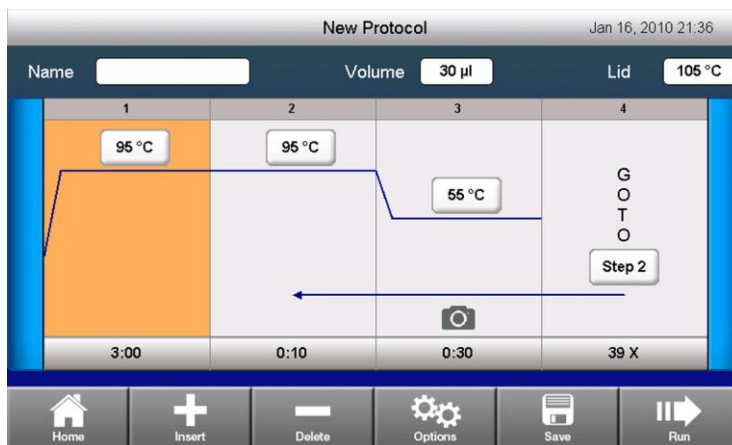
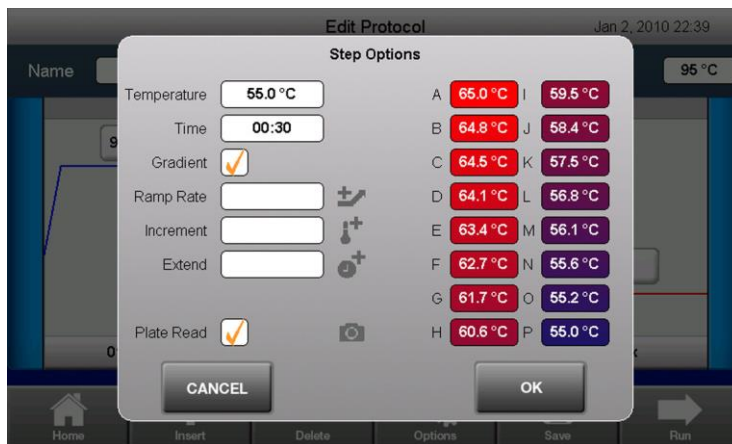

Рис. 39. Протокол ПЦР реального времени по умолчанию
Рис. 40. Окно Step Options
1. Выберите **New Protocol (Новый протокол)** на начальном экране для открытия нового шаблона протокола (Рис. 39).
3. (Опционально) Для вставки нового этапа выберите этап и коснитесь кнопки **Insert (Вставить)**. К этапам, которые можно вставить, относятся Temperature (Температура), Gradient (Температурный градиент), Goto, Plate Read (Прочтение планшета) и Melt Curve (Кривая плавления). Для удаления этапа коснитесь кнопки **Delete** (Рис. 39).
4. (Опционально) Для смены опций этапа выберите этап и коснитесь кнопки **Options (Опции)** (Рис. 39). В окне **Step Options (Опции этапов)** можно изменять параметры таких этапов, как Temperature (Температура), Time (Время), Gradient (Температурный градиент), Ramp Rate (Скорость линейного изменения), Increment (Повышение), Extension (Продление) и Add/Remove a Plate Read (Добавить/Удалить прочтение планшета) (Рис. 40).
- Для изменения объема образца коснитесь поля Volume (Рис. 39). Введите новый объем образца в микролитрах. Введенный объем образца определяет режим контроля температуры в ходе эксперимента.
- Для изменения температуры крышки коснитесь поля **Lid (Крышка)** и введите новое значение температуры (Рис. 39). Температура по умолчанию для модулей CFX96 и CFX384 составляет 105°C и 95°C, соответственно.
1. Для выполнения протокола коснитесь кнопки **Run** в окне Edit Protocol (Рис. 39).